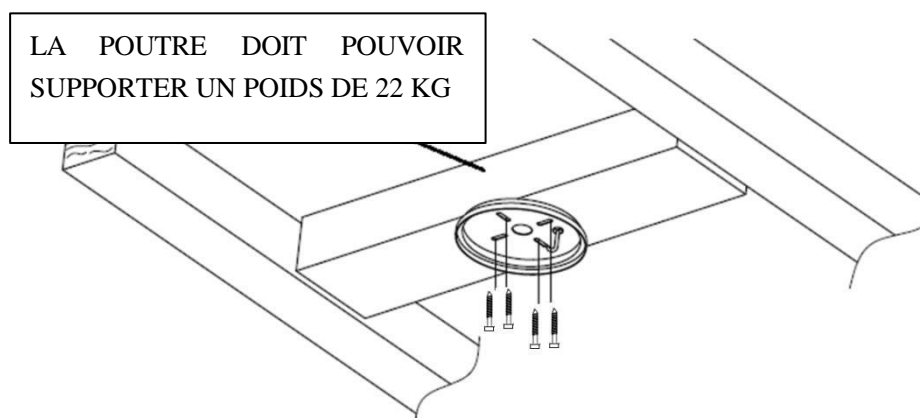

Fig. 2
- Avec les 4 longues vis fournies. Assurez-vous qu'au moins 30 mm de la vis soient vissés dans le support. (Fig. 2)